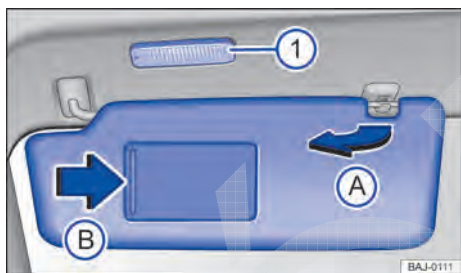

Fig. 98 No revestimento do teto dianteiro: para-sol.
- Retirar do suporte e virar na direção das portas ⇒ Fig. 98 (A).